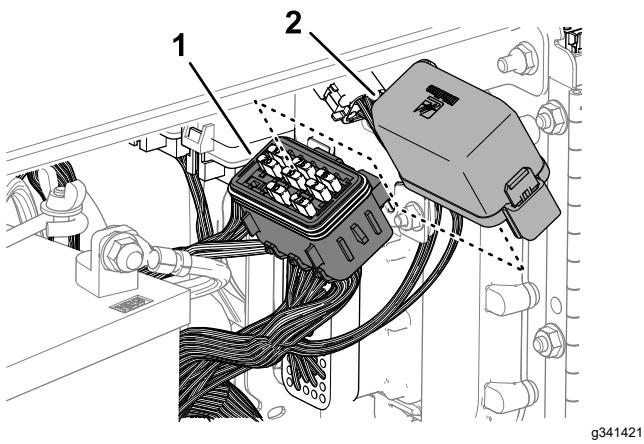

**Figura 160**
1. Destranque e abra a porta do compartimento da bateria (Figura 160).